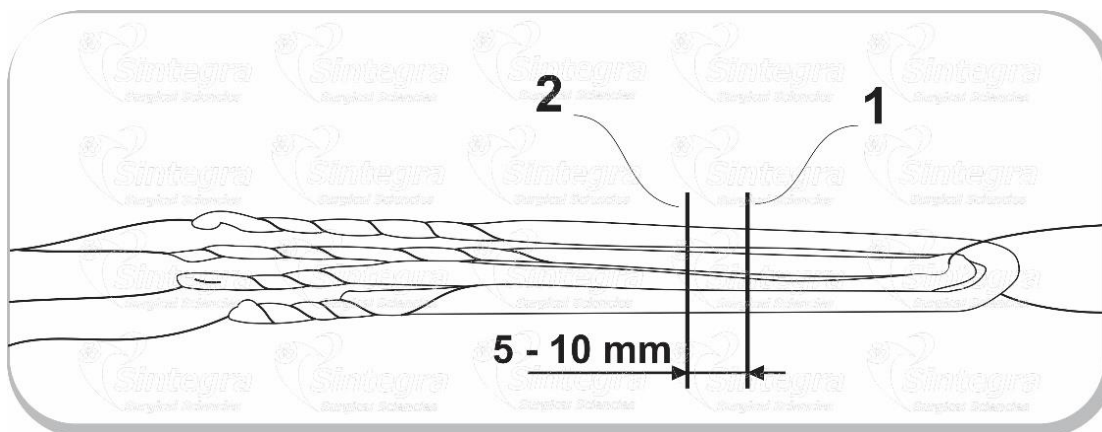
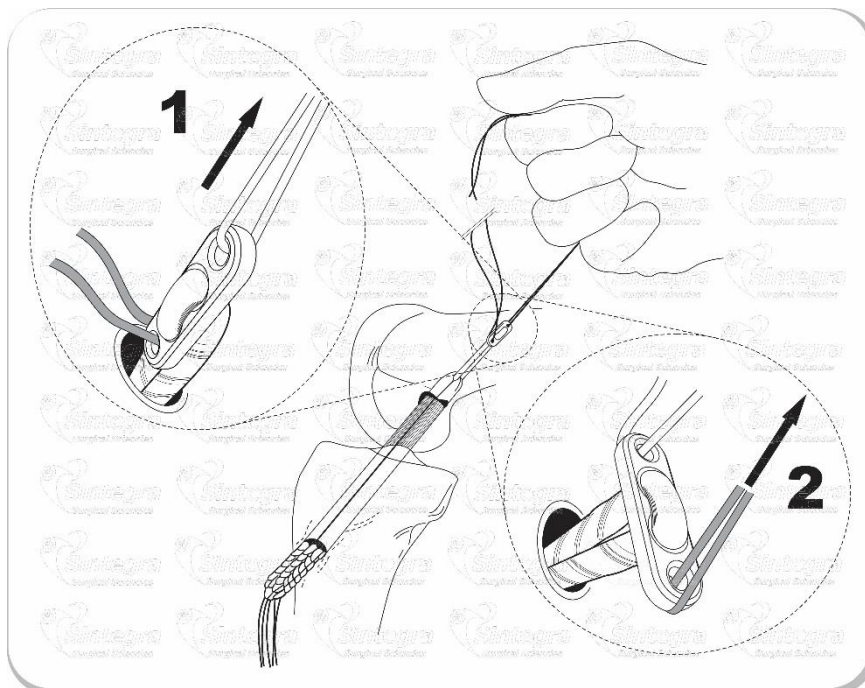
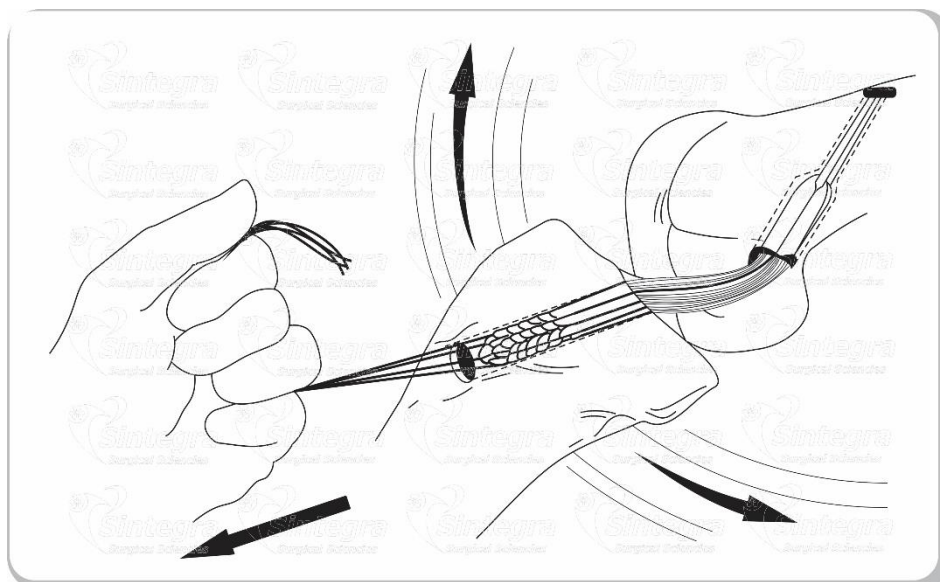

Figura 3: Linhas para orientação de inserção do enxerto.
Figura 5: Passagem do dispositivo de fixação pelo córtex femoral e giro da placa de Titânio.
Figura 6: Pré-tensão manual do enxerto e posicionamento final.
6.9 - Tracionar o Fio de Posicionamento Branco (1 - **Figura 6**) primeiro, avançando o conjunto formado pelo dispositivo e o enxerto para dentro do túnel femoral. Assim que a segunda linha de marcação (2 - **Figura 3**) distal do enxerto atingir a abertura femoral interna, o Fio de Posicionamento colorido (2 - **Figura 6**) deverá ser puxada, girando o dispositivo de fixação, imediatamente, em posição externa ao fêmur, conforme indicado na **Figura 5**.
6.10 - Aplicar tensão no lado tibial fazendo com que o enxerto recue o espaço adicional perfurado no encaixe femoral, para realizar a rotação do dispositivo e fixá-lo na posição adequada (**Figura 6**).